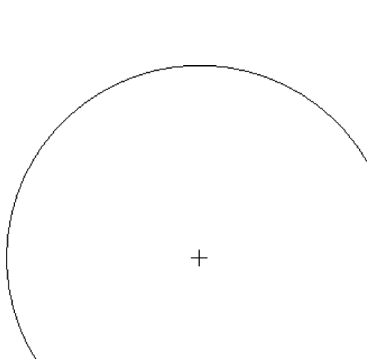

图 3-9 打开模型文件
STEP 01 单击快速访问工具栏中的“打开”按钮，打开模型文件，如图 3-9 所示。